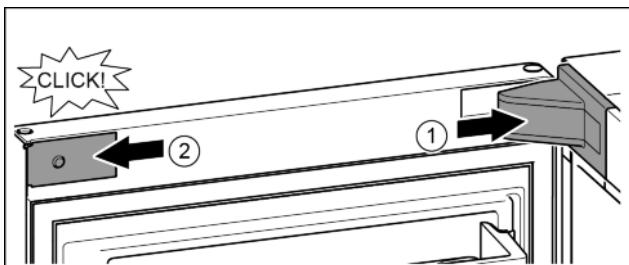

Fig. 20
- Встановіть та зафіксуйте кришку опорного кронштейна, у разі необхідності — обережно розтисніть. Fig. 20 (1)
- Встановіть збоку і зафіксуйте накладку. Fig. 20 (2)